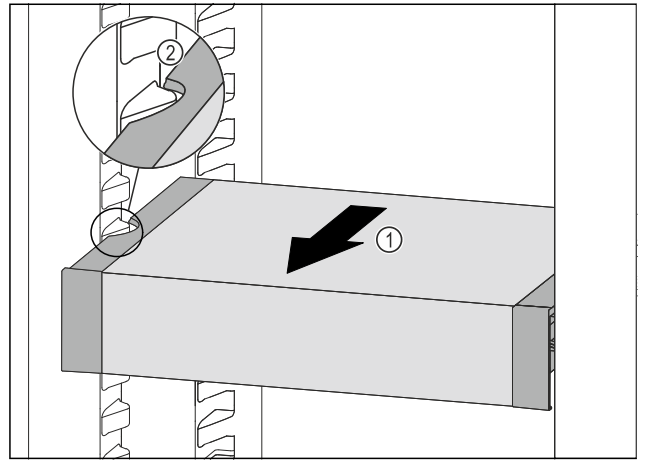

Fig. 209
- ▶ Húzza előrefelé a VarioSafe fiókot annyira Fig. 209 (1), hogy a VarioSafe oldalsó kivágásai a hűtőrészben a tartó-borda magasságában legyenek. Fig. 209 (2)